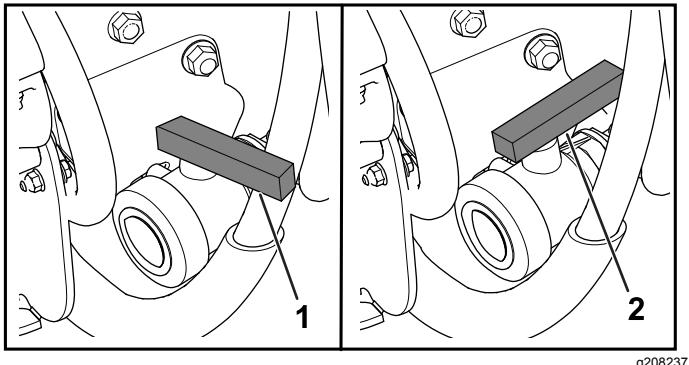

Figura 94
3. Aprite la valvola per scaricare tutto il materiale non utilizzato dal serbatoio (Figura 94).
4. Chiudete la valvola di spurgo (**Figura 94**).